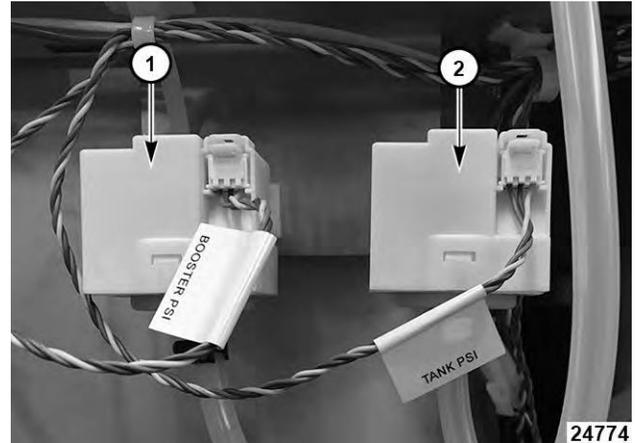

Fig. 83
**NOTA:** El sensor de nivel de agua del sobrecalentador (1, Fig. 83) se encuentra a la izquierda, y el sensor de nivel de agua del tanque (2, Fig. 83) a la derecha.